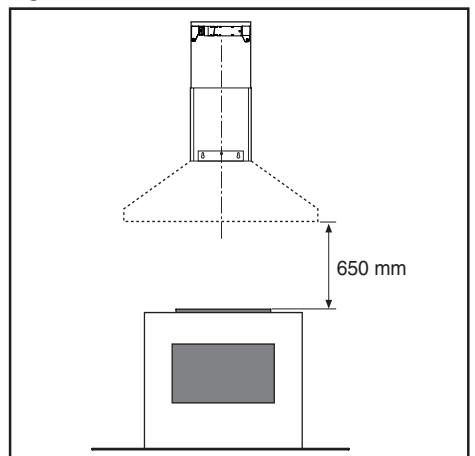

Fig.5
• La distanza minima fra la superficie di supporto dei recipienti di cottura sul dispositivo di cottura e la parte più bassa della cappa da cucina deve essere di almeno 65 cm (Fig.5). Se dovesse essere usato un tubo di connessione composto di due o più parti, la parte superiore deve essere all'esterno di quella inferiore. Non collegare lo scarico della cappa ad un condotto in cui circoli aria calda o utilizzato per evacuare fumi degli apparecchi alimentati da un'energia diversa da quella elettrica.